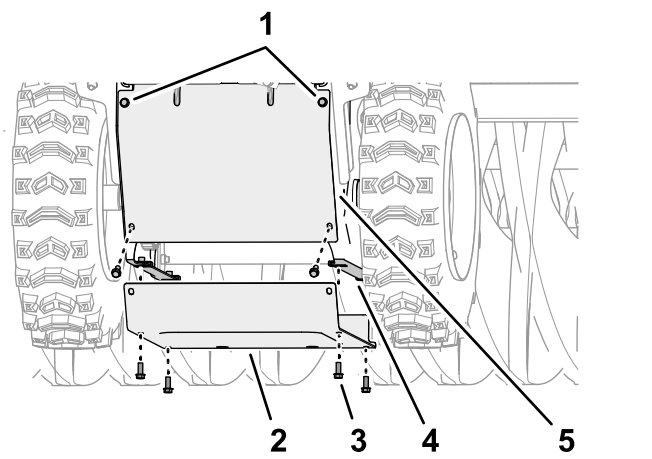

Figura 51
4. Na parte inferior da máquina, alinhe os furos da cobertura inferior com os furos nas flanges das placas laterais da esquerda e da direita (Figura 51).
5. Monte a cobertura inferior na máquina (Figura 51) com os seis parafusos de cabeça flangeada (¼ pol. x 5/8 pol.)
6. aperte os dois parafusos de cabeça flangeada superior (¼ pol. x 5/8 pol.) que prendem a cobertura traseira à máquina (Figura 51).